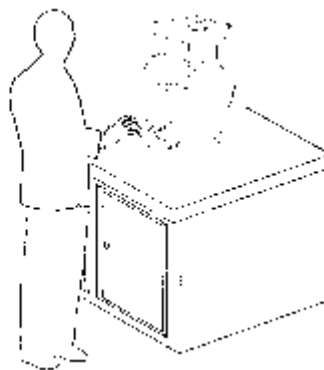

Рисунок 10 – Правильная позиция оператора
1. поместить продукты в загрузочный лоток (1);
3. во избежание нежелательных последствий оператор должен всегда занимать правильную позицию, то есть его тело должно быть перпендикулярно к рабочей поверхности (см. Рисунок 10); ни при каких обстоятельствах не засовывать руки в загрузочное устройство, когда установка работает. Всегда следует пользоваться пестиком.